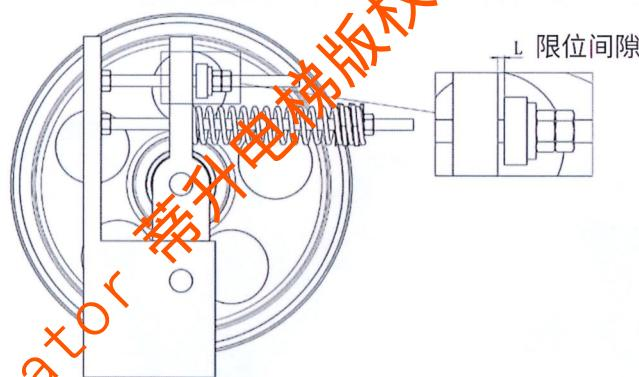

图 4
- 14) 每个滚轮对应的限位间隙（如有，见图 4，L）需符合要求。